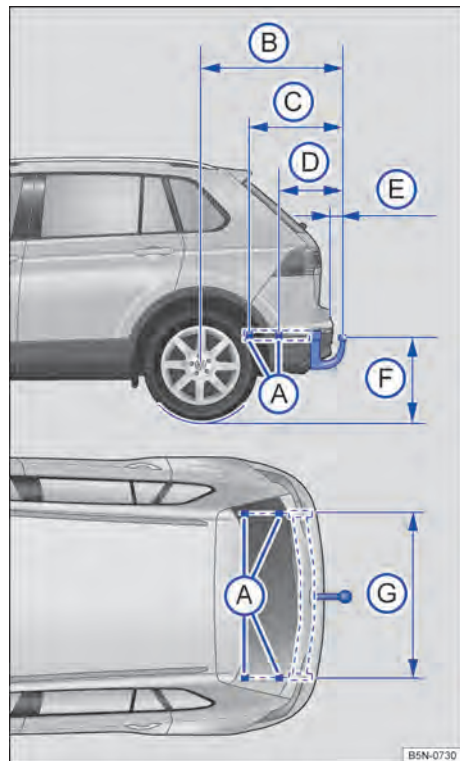

Fig. 201 Dimensões e pontos de fixação para instalar um dispositivo de reboque posteriormente.
Na instalação posterior de um dispositivo de reboque, as medidas de distância → Fig. 201 devem ser obrigatoriamente respeitadas. A menor medida indicada do centro da rótula de engate até a pista (F) nunca deve ficar abaixo do valor definido. Isso também se aplica a um veículo totalmente carregado, incluindo a carga de apoio máxima.
- (A) Pontos de fixação
- (B) 1102 mm ($43\frac{3}{8}$ polegadas)
- (C) 595 mm ($23\frac{7}{16}$ polegadas)
- (D) 348 mm ($13\frac{11}{16}$ polegadas)
- (E) no mín. 65 mm ($2\frac{9}{16}$ polegadas)